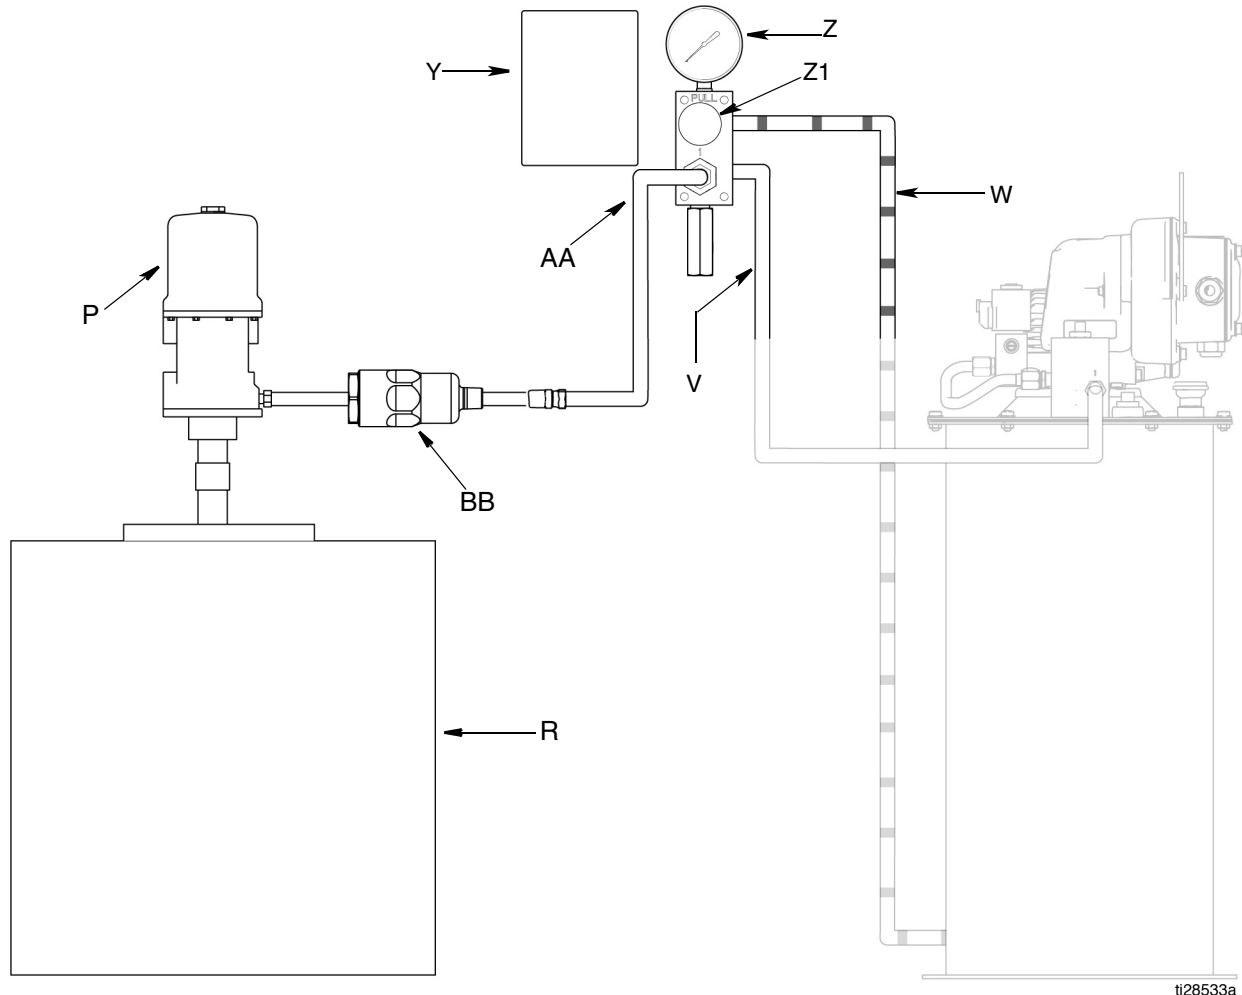

ABB. 3
*Das Füllventil (Z) an einer leicht zugänglichen Stelle zwischen der Pumpe (P) der Fernfüllstation und dem Absperrventil (S) der Automatikbefüllung installieren.*
**HINWEIS:** Die in ABB. 3 hervorgehobenen Komponenten stellen die besonderen Merkmale in einer Füllventilanlage dar. Siehe „Typische Installation“ auf Seite 5 für eine vollständige Liste der anderen Systemkomponenten.